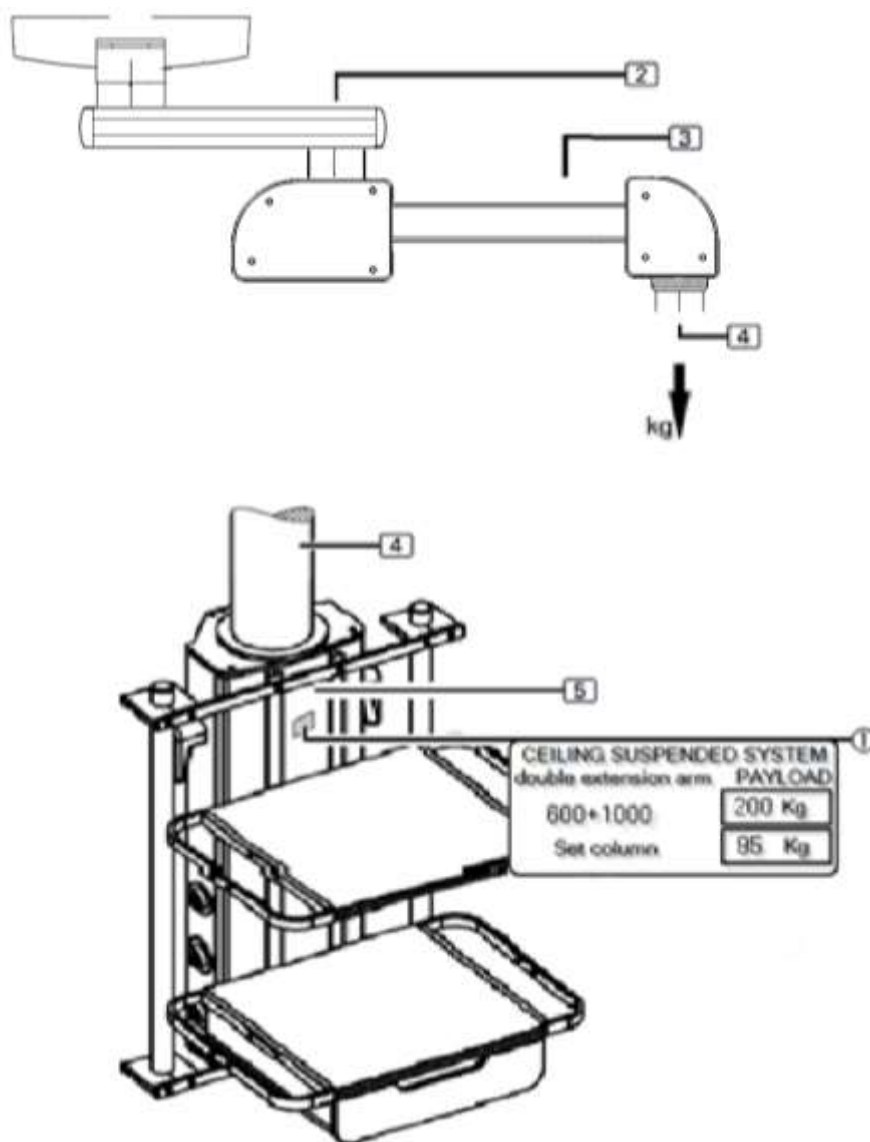

Abb. 19 Position des Aufklebers mit der Nutzlast
Das Eigengewicht des Fallrohrs (4) und des Arbeitskopfes (5) muss von der maximalen Tragfähigkeit des Hängesystems abgezogen werden. Dieser Wert entspricht der maximalen Tragfähigkeit (Nutzlast). In dem in Abbildung 19 dargestellten Beispiel hat eine Verlängerungsarm- und Motorarm-Baugruppe eine Tragfähigkeit von 120 kg, die maximale Nutzlast beträgt nach Abzug des Eigengewichts des Servicekopfes 95 kg und ist auf dem Aufkleber (1) am Servicekopf angegeben.